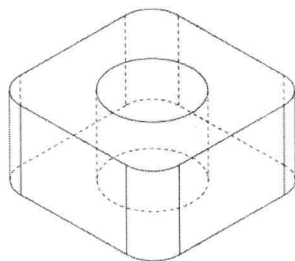

图 1-17 圆角结果
(3) 单击“确定”按钮, 完成圆角操作, 结果如图 1-17 所示。
(4) 单击“视图”工具栏上的“带边线上色”按钮, 将显示设置为带边线上色视图。